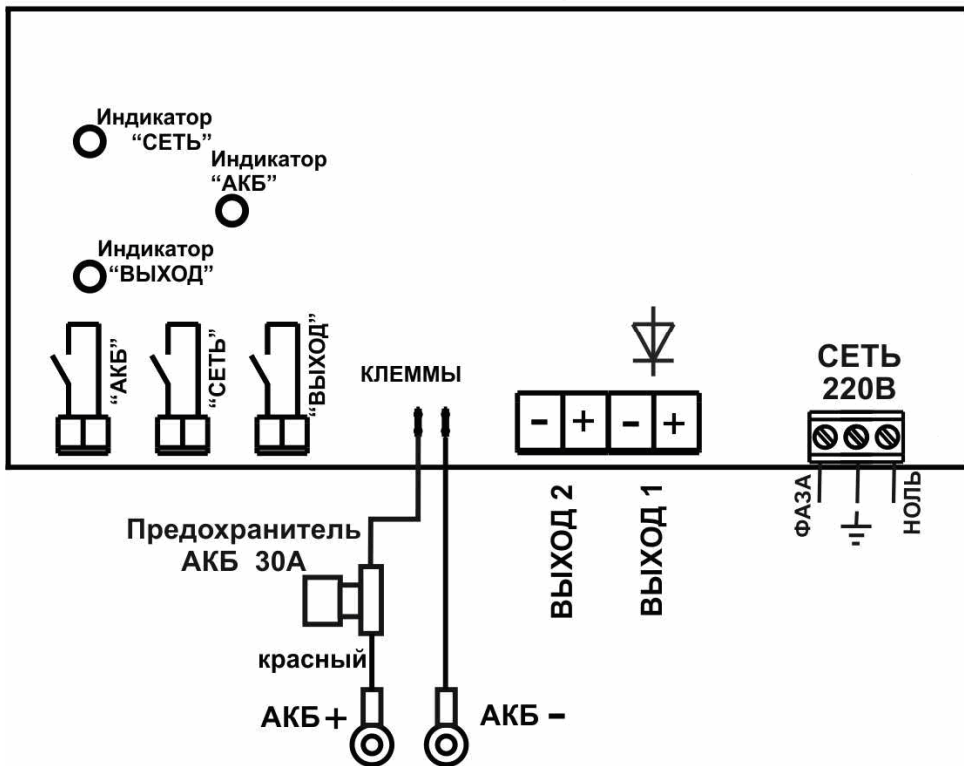

Рисунок 1 - Вид изделия с открытой крышкой (схема подключения)
- формирование выходных сигналов «СЕТЬ», «АКБ» и «ВЫХОД» в формате «СУХИЕ КОНТАКТЫ РЕЛЕ» (при наличии сигнала соответствующий контакт замкнут, см. рисунок 1);
На днище корпуса расположена печатная плата (см. рисунок 1).
Подключение устройства производится при отключенном сетевом напряжении и открытой крышке (см. рисунок 1) в следующей последовательности: